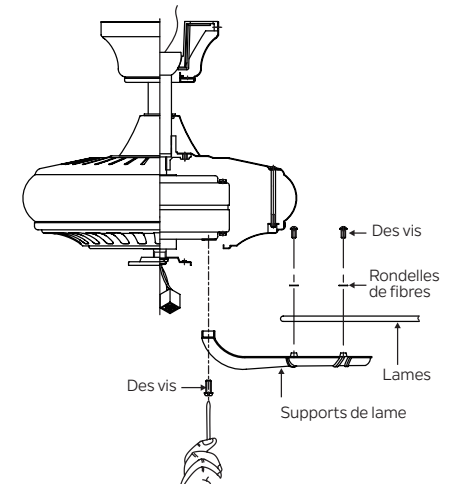

Fig. 15
**Étape 1.** Fixez une lame sur un support de lame à l'aide des vis et des rondelles en fibre fournies. (Fig. 15)
**Étape 2.** Fixez chaque lame au moteur à l'aide des vis de montage "Préinstallées" dans le support de lame. (Fig 15)